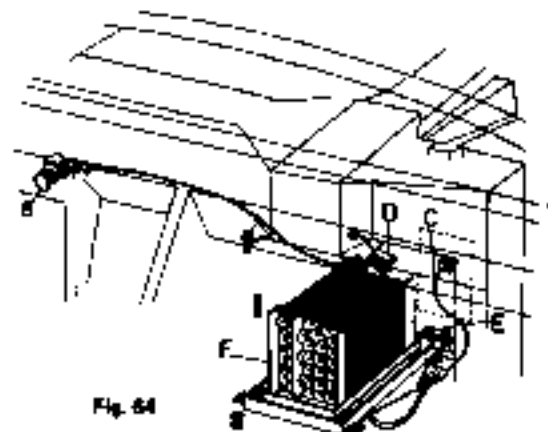

Fig. 64
## SMONTAGGIO E MONTAGGIO GRUPPO EVAPORATORE (fig. 64)
## DEMONTAGE ET MONTAGE GROUPE EVAPORATEUR (fig. 64)
## DISMANTLING AND RE-FITTING OF THE EVAPORATOR ASSEMBLY (Fig. 64)
## DEMONTAGE UND MONTAGE DER VERDAMPFERGRUPPE (Abb. 64)
1. Den Verdampfer E wieder unter dem Antriebsantrieb beteiligen und zwar nach vorheriger Anbringung der Sensoren an der Stelle des Thermostats B zwischen die Maschen des Verdampfers (Abb. 64).